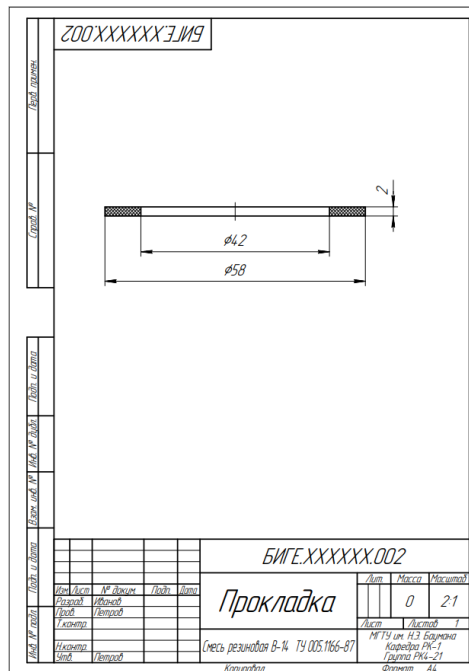

Рис. 21 Чертеж детали «Прокладка»
- **Заполнить основную надпись (рис. 21).**